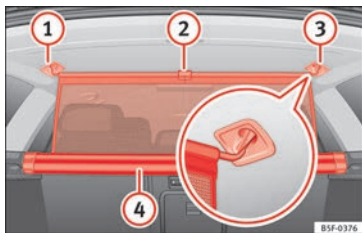

Fig. 168 Dans le coffre à bagages : attacher le filet de séparation.
- Tirez la languette » fig. 168 (2) vers le haut pour sortir le filet du boîtier (4).
- Attachez le filet de séparation au côté droit (3) (image élargie).
- Attachez le filet de séparation dans le logement du côté gauche (1) en tirant la tringle.